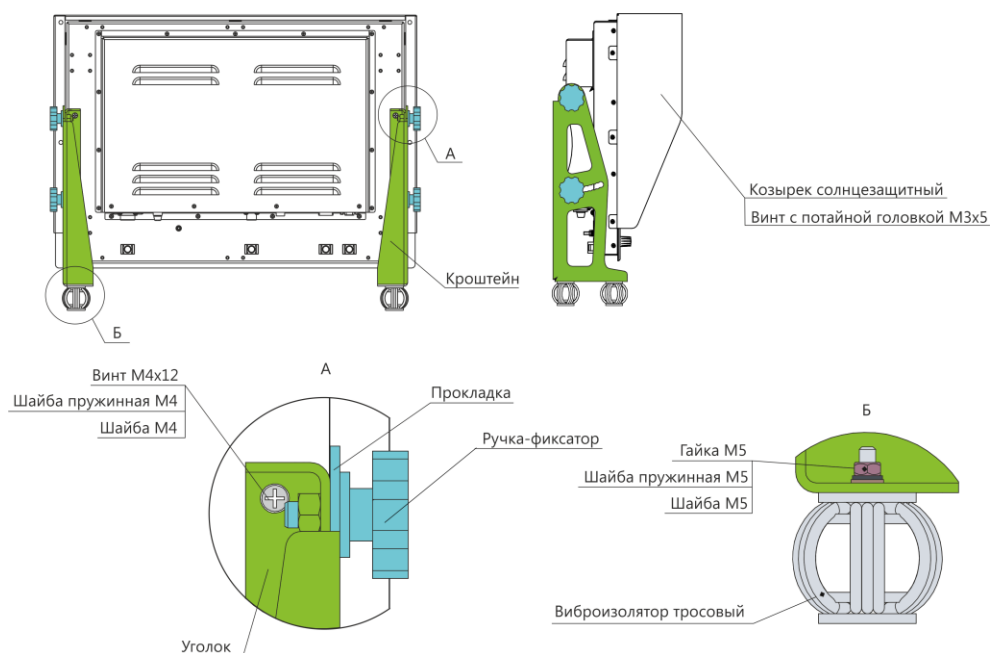

Рисунок 5 – Настольный монтаж на регулируемом кронштейне
3) настольный монтаж на регулируемом кронштейне (см. рисунок 5) представляет собой крепление изделия к поверхности с помощью регулируемых кронштейнов, ручек-фиксаторов и монтажного комплекта метизов;